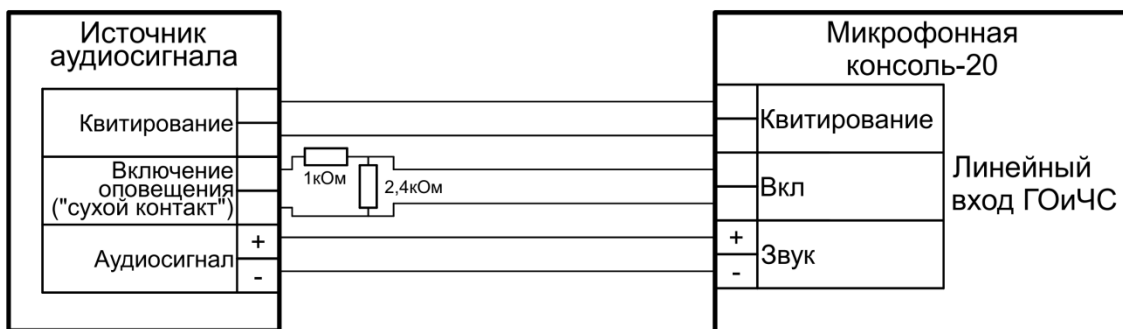

Рисунок 1.4.2. Схема подключения источника сигнала ГОиЧС.
1.4.8.3 Линейный вход ГОиЧС предназначен для приема внешнего сигнала оповещения о чрезвычайных ситуациях, рассчитан на подключение слаботочного источника звукового сигнала с линейным выходом и предполагает его размещение вблизи консоли. Схема подключения входа приведена далее (Рисунок 1.4.2).
Трансляция оповещения с линейного входа ГОиЧС происходит при появлении сигнала запуска на входе «Вкл.». Сигнал со входа «Звук» начинает передаваться на блоки «Рупор-300», а на выходе «Квитирование» появляется сигнал подтверждения запуска оповещения. Консоль обеспечивает контроль целостности линии сигнала запуска оповещения (вход «Вкл») подключением резисторов в соответствии со схемой (Рисунок 1.4.2). Резисторы должны располагаться максимально близко к контактам источника сигнала. Отклонение номинала резисторов не должно превышать  $\pm 10\%$ . Использование функций линейного входа ГОиЧС доступно только для консоли, работающей в режиме «Пожарная консоль» (подробнее в пункте 1.4.6).